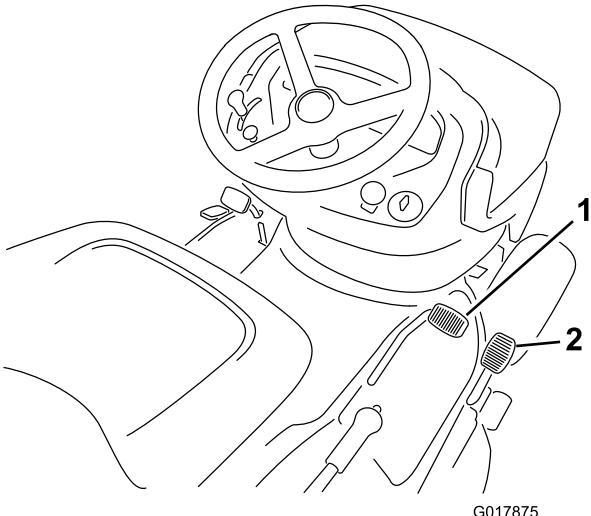

Figura 14
- Coloque el pie en el pedal de marcha hacia adelante y pise lentamente el pedal para desplazarse hacia adelante (Figura 14).
- Coloque el pie en el pedal de marcha atrás y pise lentamente el pedal para desplazarse hacia atrás (Figura 14).